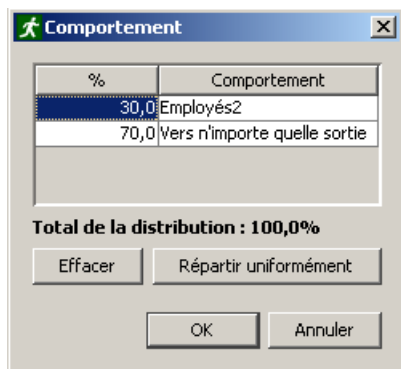

Figure 5.23 : modifier la répartition des comportements ou profils
- **Profil** : cette option permet de paramétrer une distribution des profils pour les occupants, comme indiquer que 25 % des occupants ajoutés doivent être des femmes < 30 ans, que 30 % doivent être des enfants, etc. La légende affiche la répartition actuelle et s'il y a plus d'un profil défini dans le modèle, il est possible de cliquer sur la valeur pour modifier cette répartition. Un dialogue s'affiche alors, comme illustré à la figure 5.23.